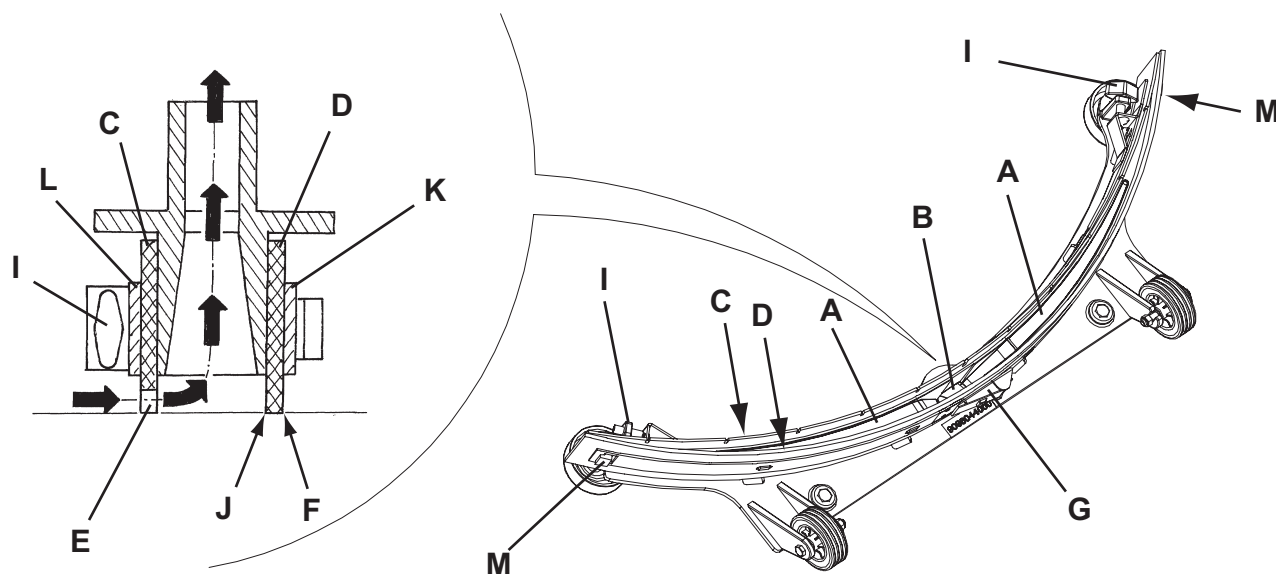

Figure 5
1. Nettoyer l'embouchure (Fig. 5) comme décrit au paragraphe précédent.
2. Contrôler que le bord (E, Fig. 5) de la lamelle en caoutchouc avant (C) et le bord (F) de la lamelle en caoutchouc arrière (D) se posent simultanément sur le marbre de contrôle, et en toute leur longueur ; en cas contraire, régler leur hauteur en procédant selon les instructions suivantes :
- Déposer le tirant (G), décrocher les dispositifs de retenue (M) et régler la lamelle en caoutchouc arrière (D), puis accrocher les dispositifs de retenue et installer le tirant.
- Desserrer les boutons (I) et régler la lamelle en caoutchouc avant (C), puis serrer les boutons.
3. Contrôler que la lamelle en caoutchouc avant (C) et la lamelle en caoutchouc arrière (D) sont intactes et qu'elles ne présentent pas de coupures ou déchirures ; en cas contraire, les remplacer en procédant comme suit. Contrôler que l'arête (J) de la lamelle en caoutchouc arrière n'est pas usée ; en cas contraire, tourner la lamelle en caoutchouc, en remplaçant l'arête usée avec l'une des trois arêtes intactes. Si toutes les arêtes sont usées, remplacer la lamelle en caoutchouc en procédant comme suit :
- Déposer le tirant (G), décrocher les dispositifs de retenue (M) et enlever la bande de retenue (K), puis remplacer / tourner la lamelle en caoutchouc arrière (D). Pour la repose, procéder dans l'ordre inverse de la dépose.
- Dévisser les boutons (I) et enlever la bande de retenue (L), puis remplacer la lamelle en caoutchouc avant (C). Pour la repose, procéder dans l'ordre inverse de la dépose.